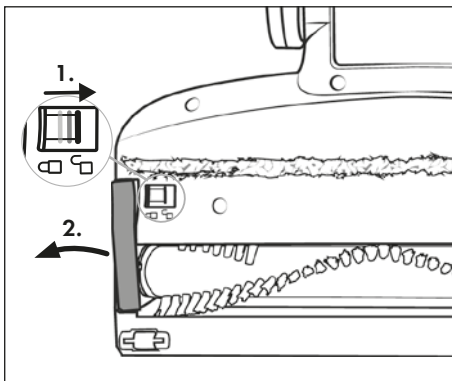

Fig. 26
- 2) Disimpegnare il rullo a spazzola 21 spostando lo sblocco del rullo a spazzola 19 con il dito verso destra e rimuovendo il supporto del rullo a spazzola 20 dalla spazzola per pavimenti 22 (vedere fig. 26).